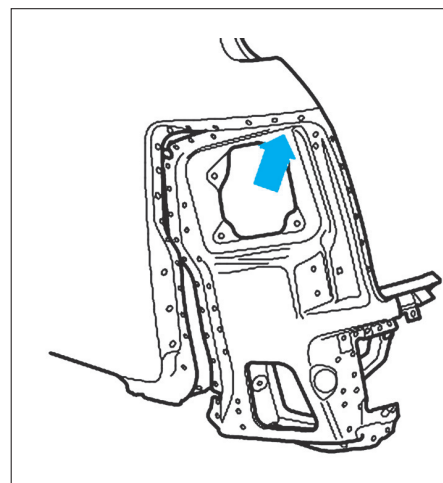

FIG. 63
- Engager le logement de feu arrière avec renfort sous le panneau latéral (Fig.63).